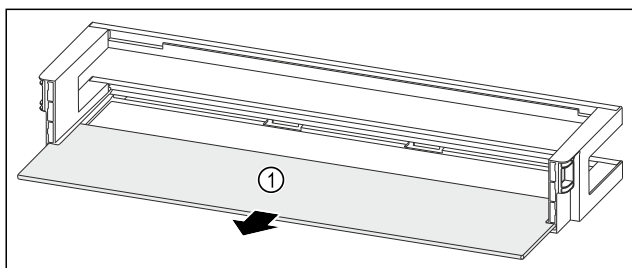

Fig. 131 Dveřní přihrádka s odkládací plochou
- Odkládací plochu Fig. 131 (1) odeberte.